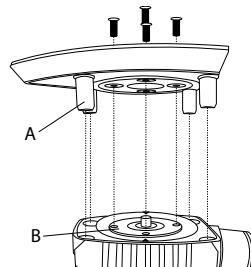

Figure 1
- Le plateau de ponçage vibrant ⑨ ne peut être monté que dans un sens sur l'appareil. Respectez pour cela les repères fléchés sur le plateau de ponçage vibrant ⑨. Ils doivent pointer vers l'avant. La pointe du plateau de ponçage triangulaire ⑪ pointe vers l'avant.
- Les broches caoutchouc ⑮ ont une rainure sur le côté. Celle-ci doit être orientée en direction des ergots des alésages de réception du plateau de ponçage ⑨ ⑪ respectif. Voici comment insérer les broches caoutchouc ⑮ dans le plateau de ponçage ⑨ ⑪.
- ◆ Montez maintenant le plateau de ponçage souhaité. Assurez-vous que la plaque de fixation B est orientée vers le plateau de ponçage. Les trous taraudés de la plaque de fixation B doivent être orientés vers les trous correspondant du plateau de ponçage respectif. Les broches caoutchouc A ⑮ (uniquement plateau de ponçage ⑨ et ⑪) vers les trous dans l'appareil (voir fig. 1).